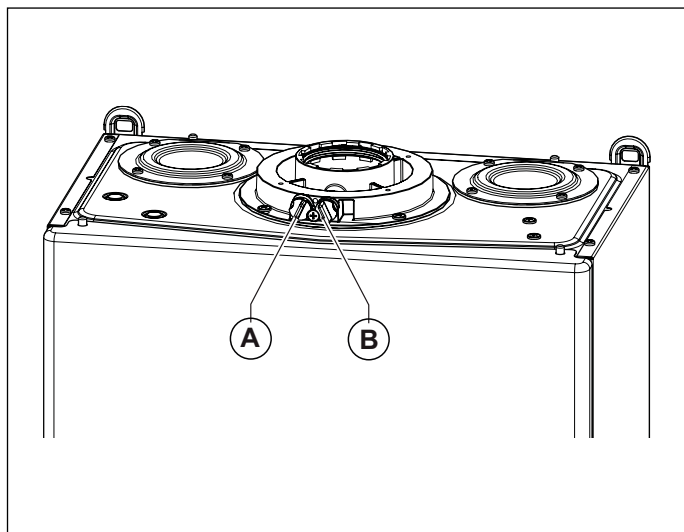
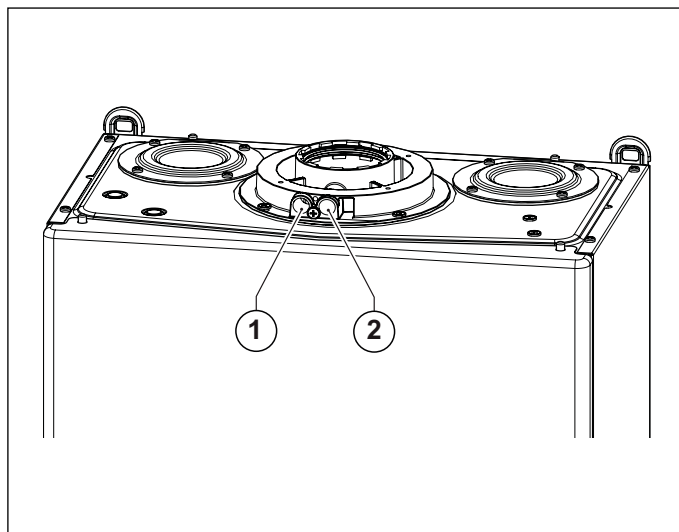

Fig. 15 Posición tapones
Fig. 16 Posición orificios
La caldera cuenta con una torre para la conexión de la tubería de aspiración del aire/evacuación de humos (ver Fig. 15 Posición tapones y Fig. 16 Posición orificios).
En la torre han sido preparados orificios para el acceso directo del aire de combustión y a la evacuación de los humos (ver Fig. 16 Posición orificios).
Antes de efectuar las mediciones quitar los tapones **A** y **B** de los orificios preparados sobre la torre (ver Fig. 15 Posición tapones).
- medida del aire comburente tomada en el agujero específico 1 (ver Fig. 16 Posición orificios).
- medición de la temperatura de los humos y del CO₂ tomada en el orificio 2 (ver Fig. 16 Posición orificios).